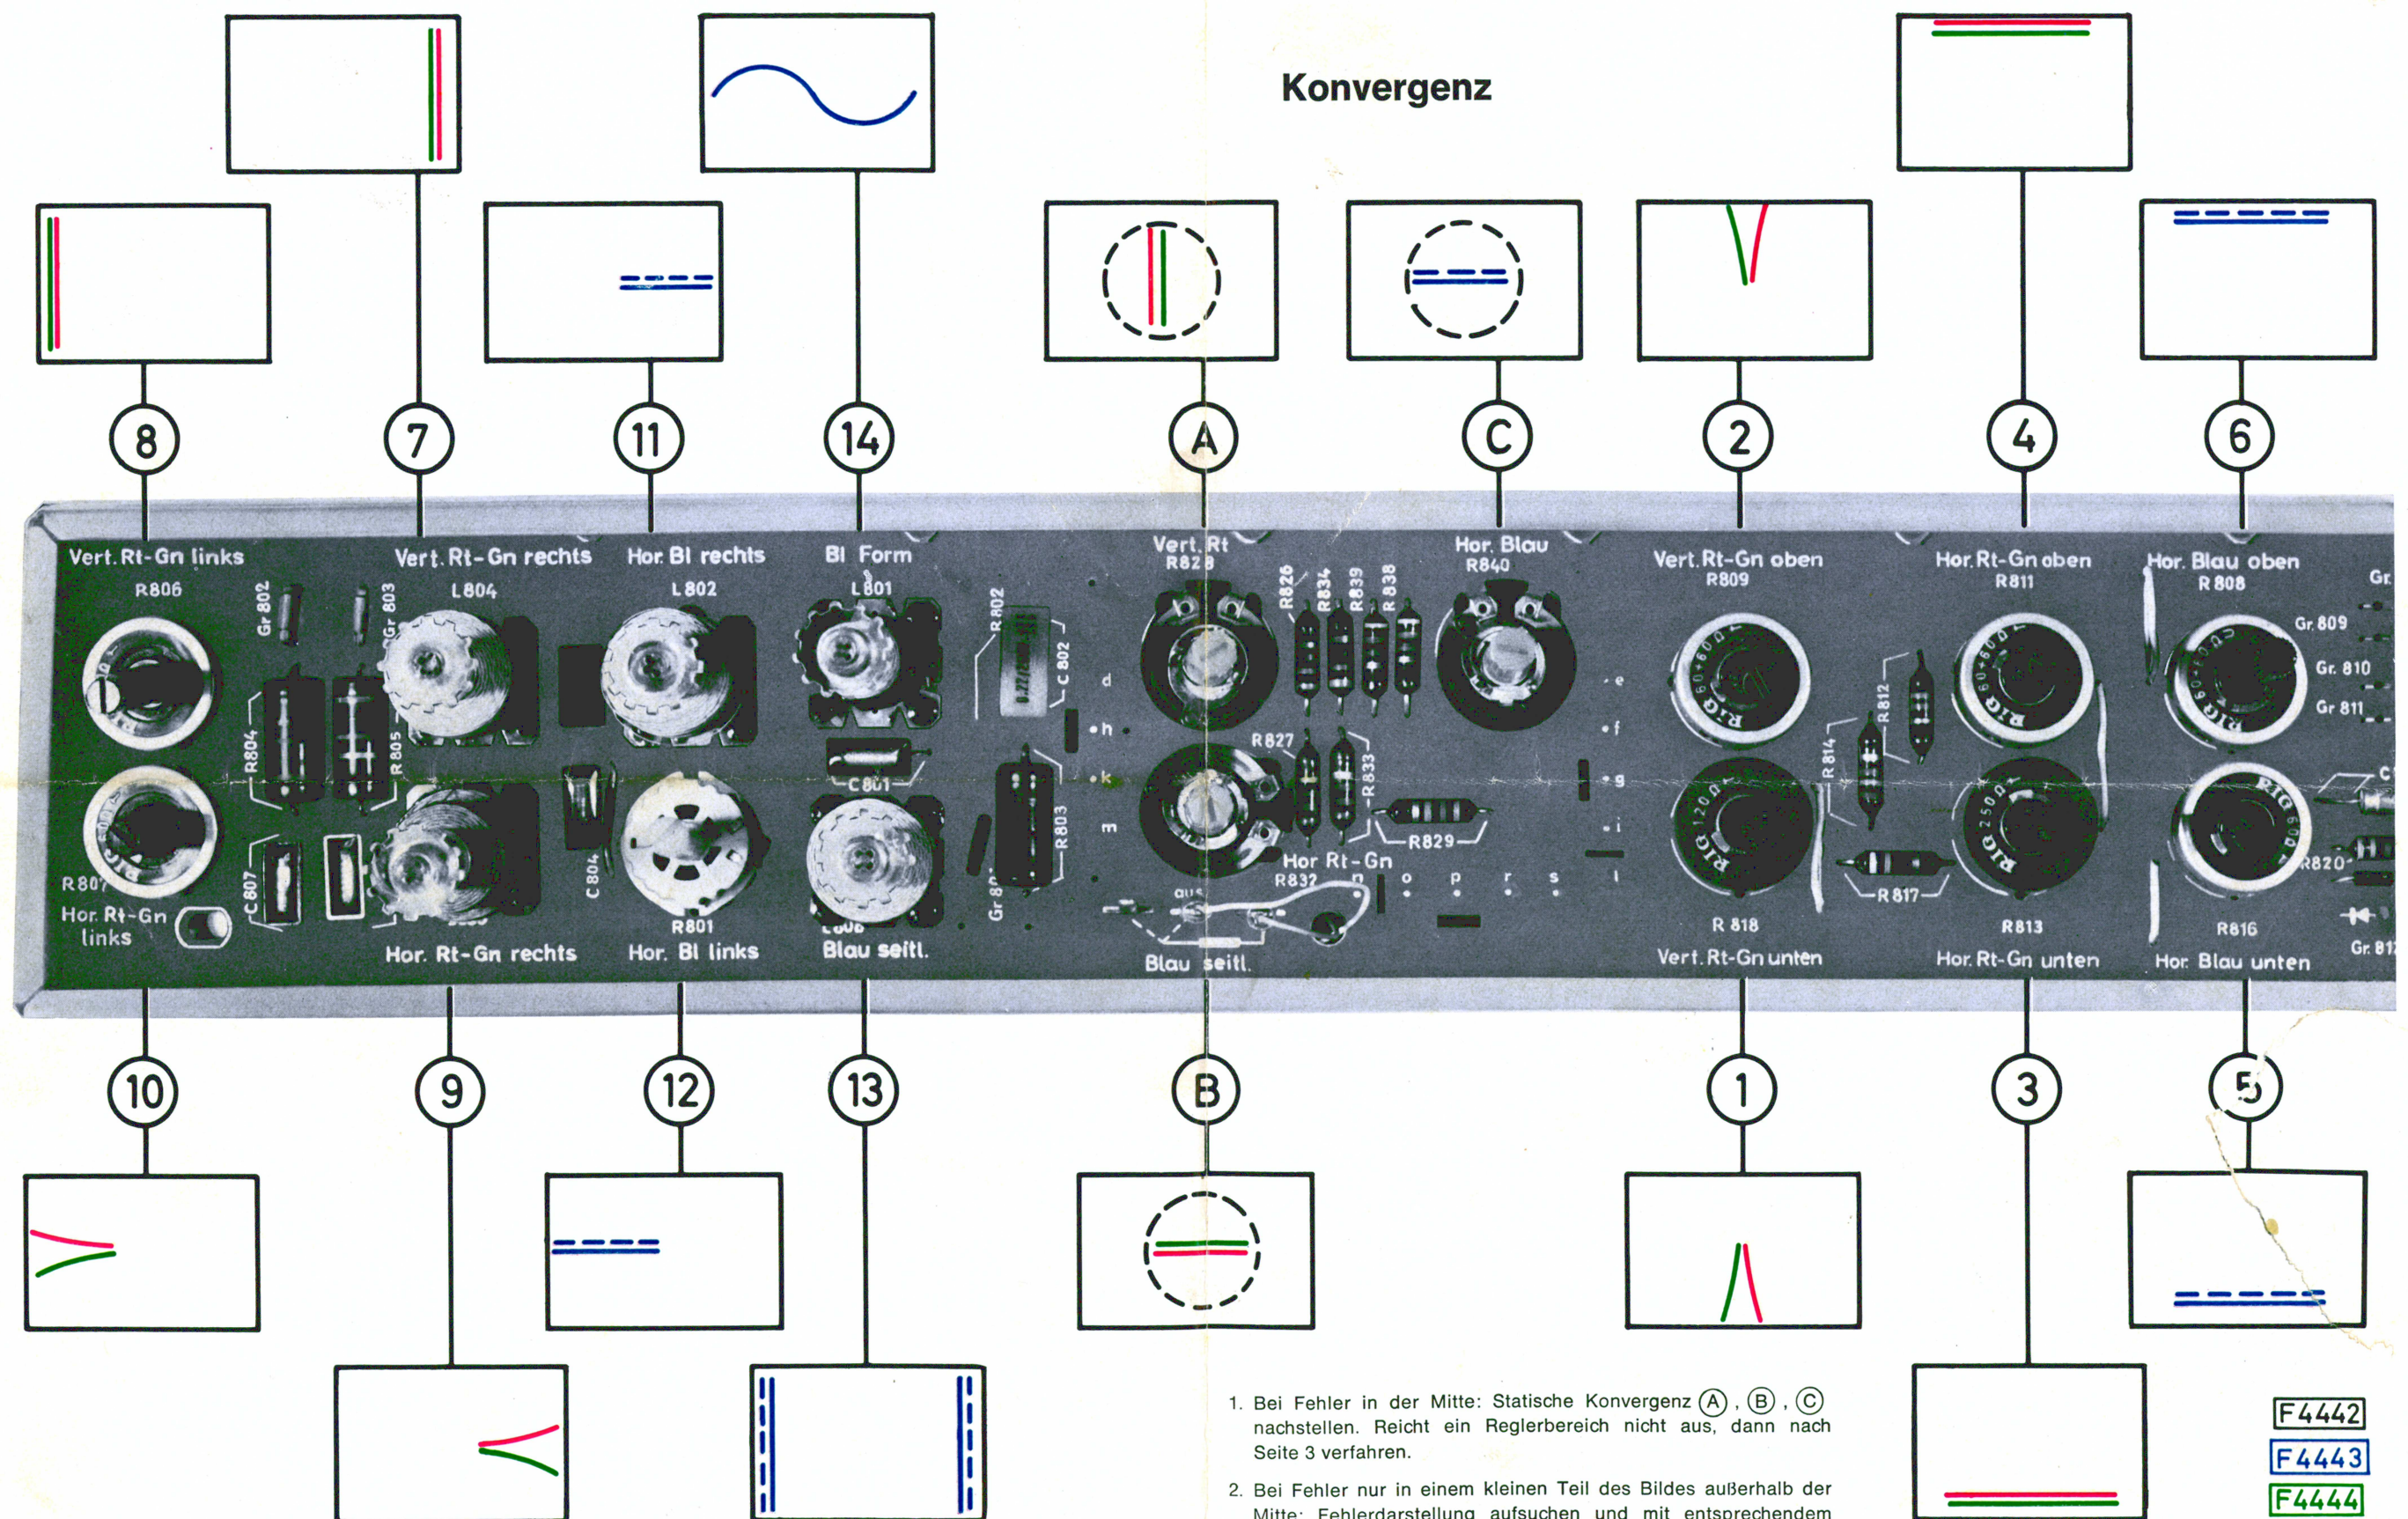

Fig. 11
Einstellregler (A), (B) und (C) in Mittelstellung (Raste) bringen (Fig. 11).
Konvergenzplatte hochklappen, Abb. 11 genau davor auf das Gehäuse legen, Gittermuster empfangen, Kontrastregler auf Rechtsanschlag, Helligkeitsregler in Mittelstellung.